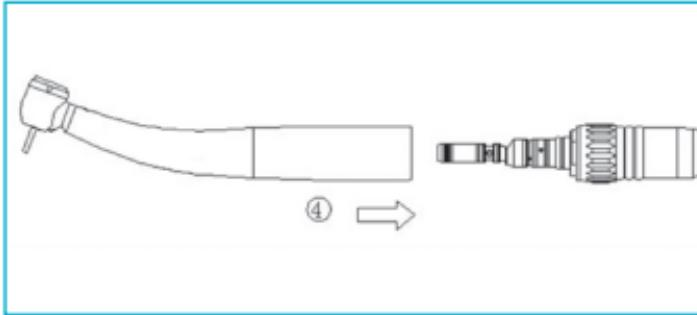

Fig. 6-2
- Serrare il tappo a vite del cavo della turbina con la chiave (fornita con il dispositivo medico). (Fig. 6-2②③).
- Montare con precisione il dispositivo medico sull'attacco LED finché non si sente il suono del bloccaggio nel dispositivo medico (Fig. 6-2④).